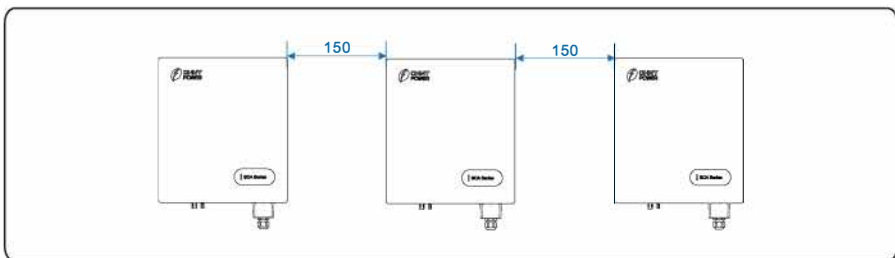
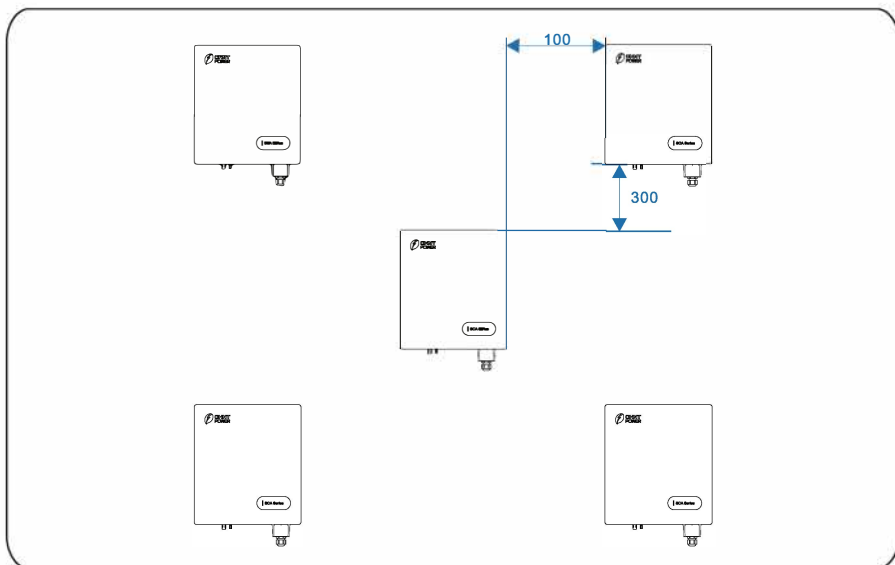
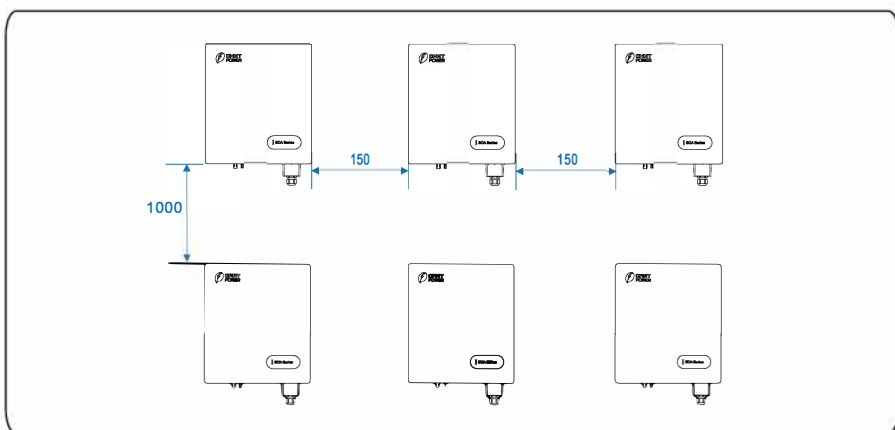

Figura 4.5 Instalação ao longo da mesma linha (unidade: mm)
Figura 4.6 Instalação no modo triangular (unidade: mm)
Figura 4.7 Instalação no modo empilhado (unidade: mm)
- e. Ao instalar vários inversores, instale-os ao longo da mesma linha (conforme mostrado na Figura 4.5) se houver espaço suficiente, e instale-os no modo triangular (conforme mostrado na Figura 4.6) ou empilhados (conforme mostrado na Figura 4.7) se não houver espaço suficiente. Os modos de instalação garantem espaço suficiente para a instalação e dissipação de calor.